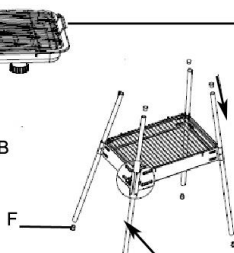

Fig.2
4. Na extremidade de cada pé inserir as ponteiros (f) em plástico (ver fig. 2)